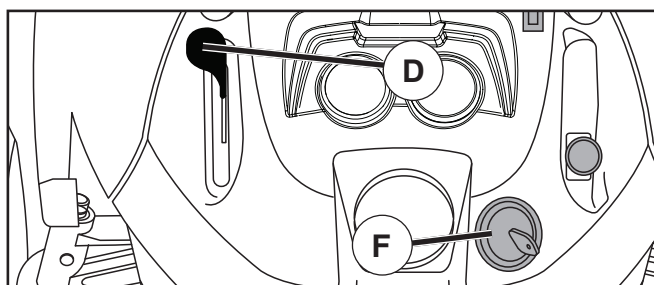

Fig. 6
POUR UTILISER LA COMMANDE DES GAZ (D)(Voir la Fig. 6)